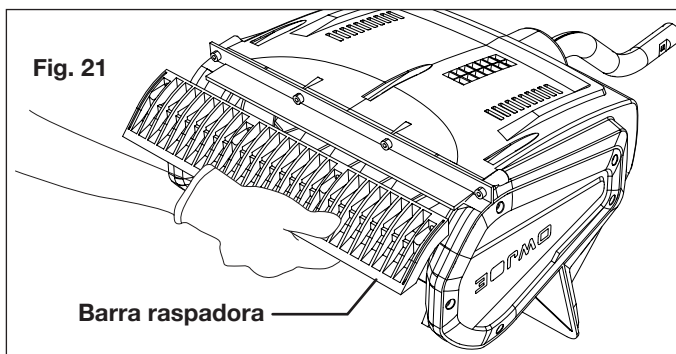

Fig. 21
2. Retire la barra raspadora gastada (Fig. 21).